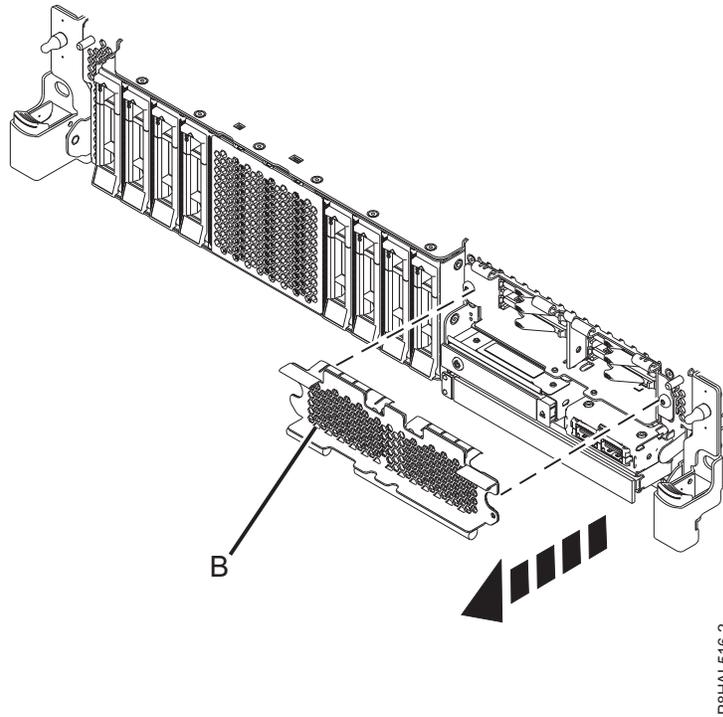

Abbildung 52. SSD-Gehäuseabdeckung für den Zugriff auf die SSD-Steckplätze in einem System mit erweiterten Funktionen abheben
11. Um auf die SSD-Steckplätze zuzugreifen, heben Sie die perforierte Platte **(B)** ab, die das SSD-Gehäuse abdeckt, wie in Abb. 52 auf Seite 58 dargestellt.